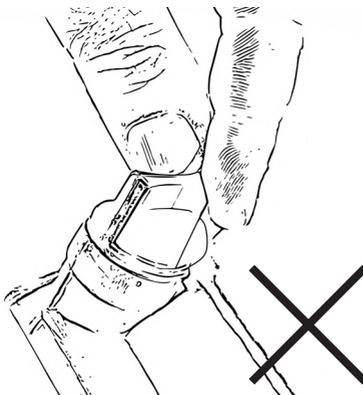

Abbildung 20
Niemals Öleinfüllstopfen mit verbundenen Messstab beim Ablesen des Ölstands in das Gewinde drehen. Das führt zu einem falschen Messergebnis, Abb.20.
- Tauchen Sie den Messstab vollständig in das Öl ein. Drehen Sie niemals den Messstab in das Gewinde, Abb.20.